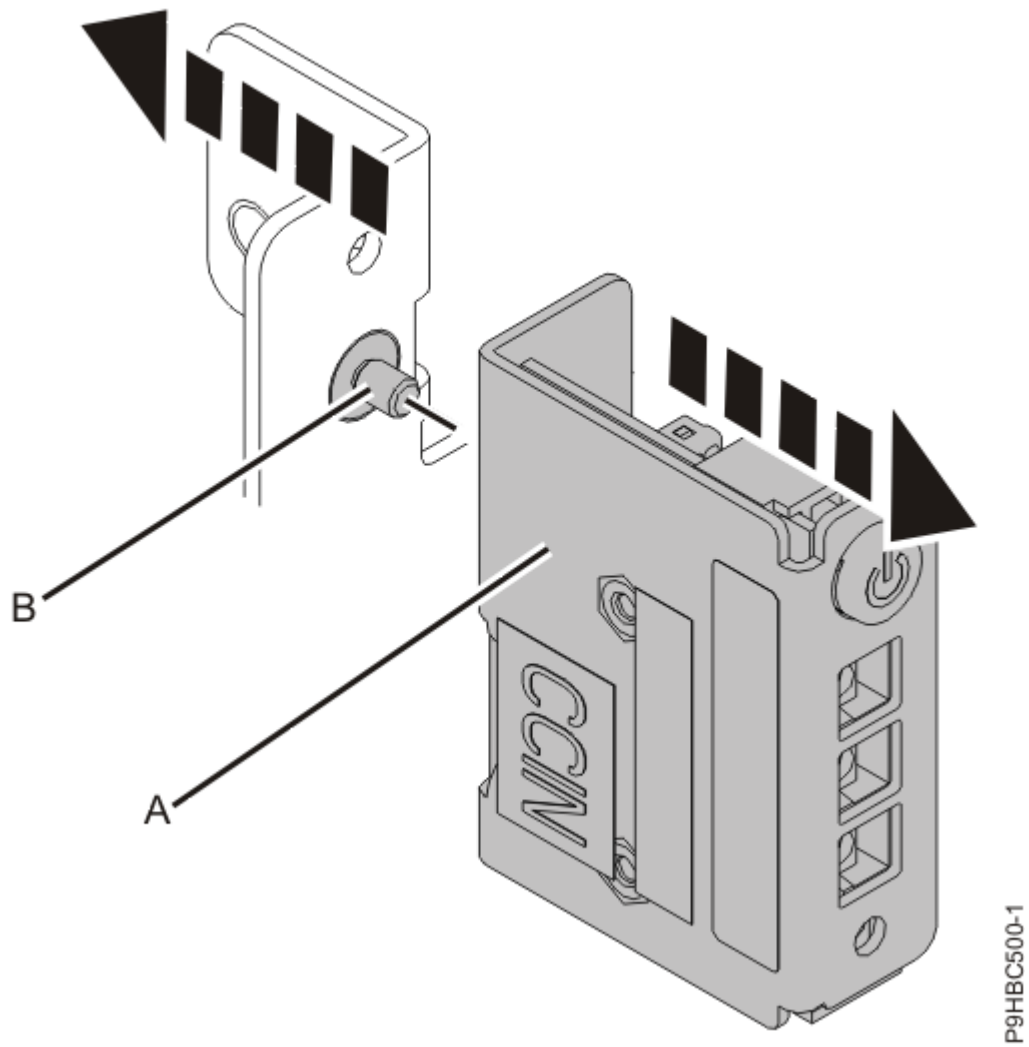

Abbildung 32. Steuerkonsole an der Halterung ausbauen
4. Lösen Sie die Schraube **(B)**, mit der die Steuerkonsole **(A)** an der Halterung befestigt ist (siehe Abbildung 32 auf Seite 36).